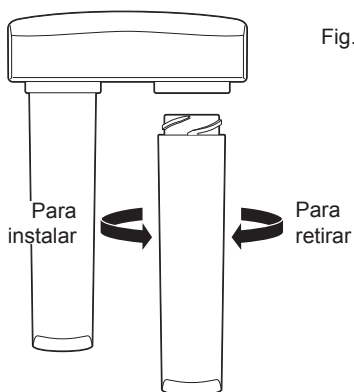

Fig. 11
1. Retire los cartuchos de los filtros del recolector girando los cartuchos hacia la izquierda 1/3 de giro. (Fig. 11).